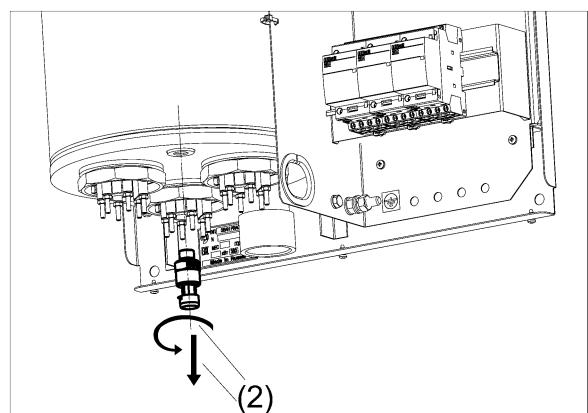

Рисунок 13. Замена датчика давления теплоносителя
- (1)** Отсоедините все провода и разъёмы от платы контроллера (см. рис. 13).
- (2)** Демонтируйте плату контроллера (аккуратно нажмите на пластиковые держатели крепления платы и поднимите плату вверх).
- (3)** Извлеките плату контроллера.
- (4)** Установите новую плату контроллера взамен прежней на пластиковые держатели.
- (5)** Подсоедините все необходимые провода и разъёмы к новой плате контроллера.
- (6)** Проверьте работоспособность новой платы – протестируйте прибор при разных режимах работы.